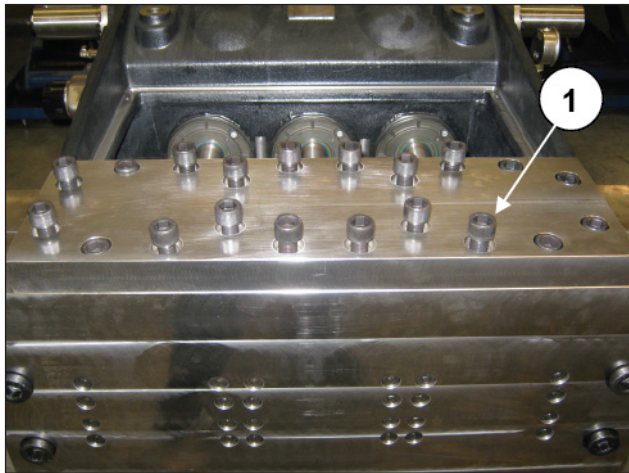
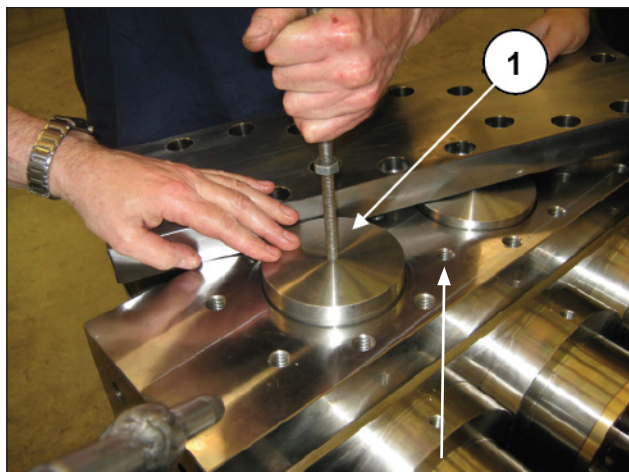

图 165
图 166
拧松M16螺钉并拆除阀盖(位置①，图 165)。然后，在阀塞的M10孔上安装一个反冲提取器来抽出阀塞(位置②，图 166)。